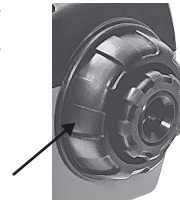

Fig. 11
a) Puntare il dispositivo sulla guida B e rimuovere il coperchio dell'oculare (Fig. 11).